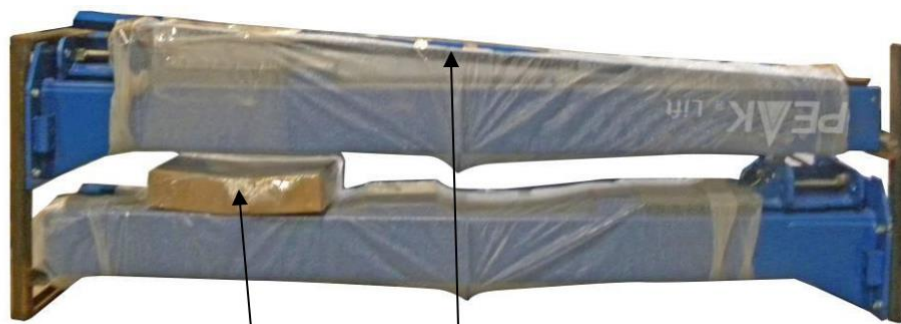

Рис. 6
1. 1. Подъемник и гидростанция в упаковке (См. рис. 6).